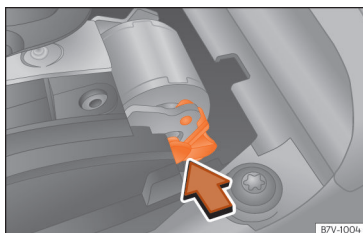

Abb. 242 Wählhebelsperre notentriegeln.
- Entriegelungshebel » **Abb. 242** in Pfeilrichtung drücken und in dieser Position halten.